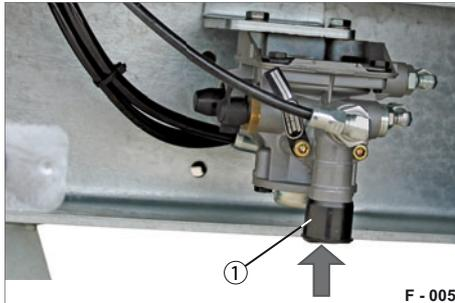

Abb. 10 Betriebsbremse lösen
- ▶ Drücken Sie das Löseventil (Abb. 10/1).